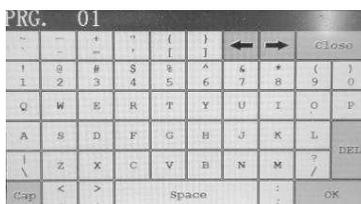

Рис. 11
- В случае необходимости дать название программе, например №1, выберите значок из. 1: на дисплее будет отображена клавиатура (Рис. 11) с помощью которой вы можете набрать название (не более 8-ми символов).